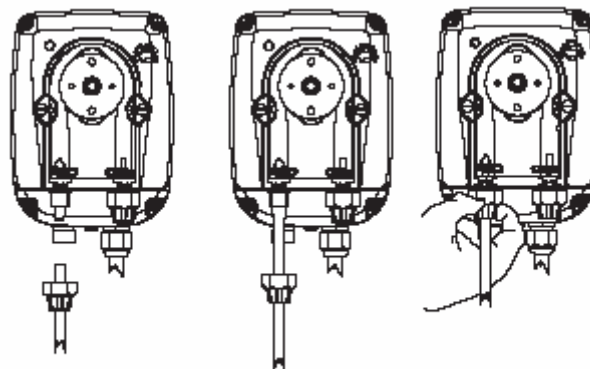

Fig. 6
**г.** – Проденьте шланг через коннектор и закрепите соответствующей гайкой. (Рис. 6).